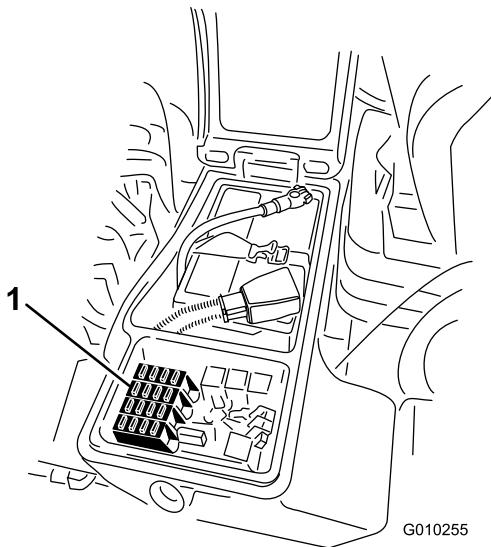
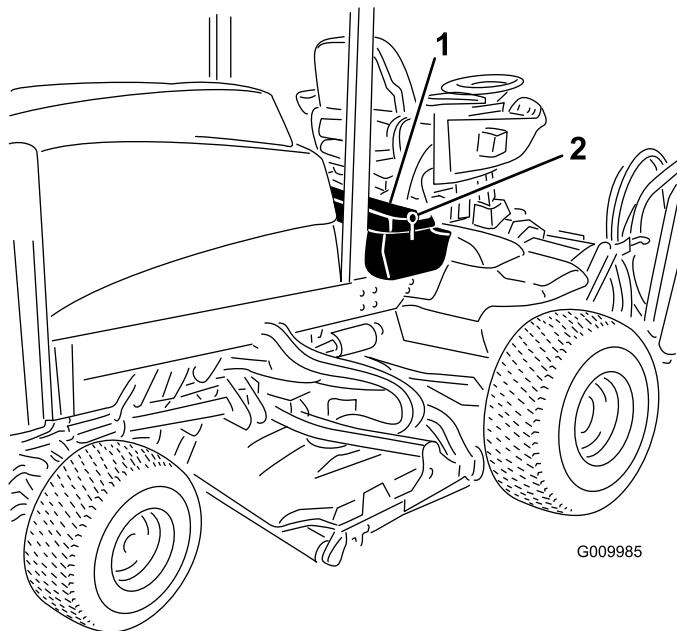

図 69
図 68
- 右側の物入れのカバーのラッチを外して、カバーを上に開く図 68。
- 右側の物入れのカバーのラッチを外してベルトカバーを外し図 68、ヒューズブロックを露出させる図 69。
2. 必要に応じてヒューズを交換する図 69。
3. 右側の物入れのカバーを閉じてラッチで固定する図 68。